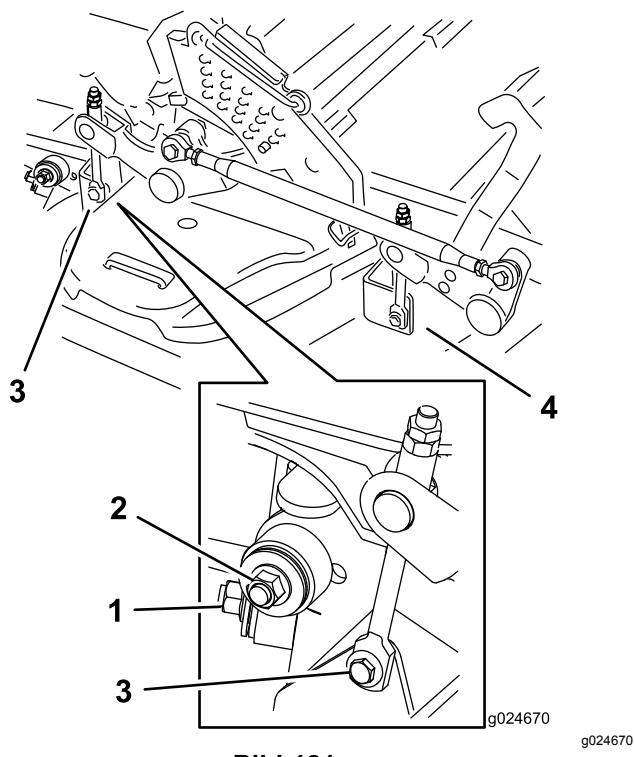

Bild 121
7. Entfernen Sie die Schrauben an beiden Seiten des Mähwerks (bewahren Sie sie auf), wie in Bild 121 abgebildet.